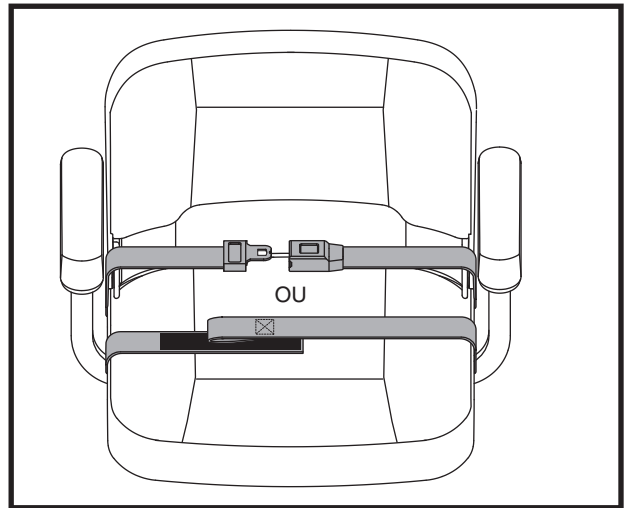

Figure 24. Ceinture de positionnement—De type attache in métal ou Ceinture de positionnement—Crochet réutilisable et boucle de fixation
1. Insérez l'onglet de la ceinture côté droit dans la boucle de ceinture côté gauche jusqu'à ce que vous entendiez le "clic". **Voir la figure 24.**
1. Alignez les deux côtés de la ceinture en plaçant les deux bouts directement au-dessus du côté de l'attache ("crochet") du côté opposé de la ceinture. Pressez fermement ensemble pour attacher. **Voir la figure 24.**